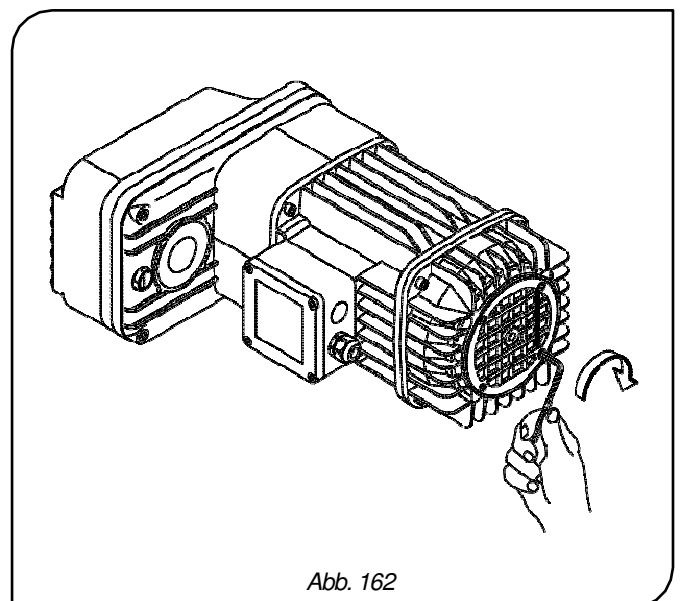

Abb. 162
7. Setzen Sie das Schutzgitter wieder auf und schrauben Sie es mit den vier Schrauben fest (Abb. 162).